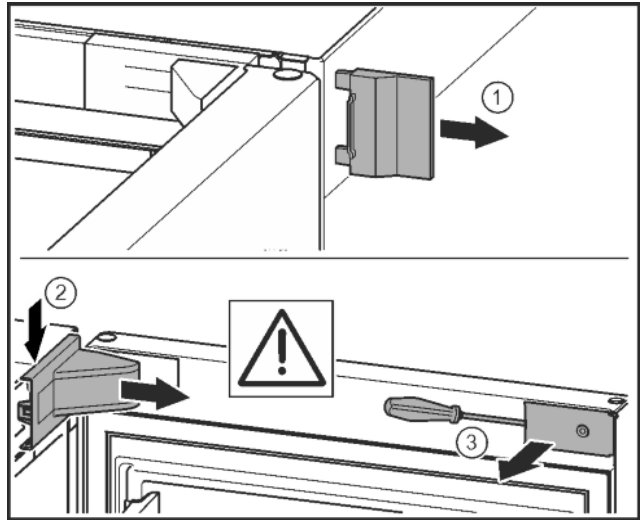

Fig. 11\*
- ▶ Vegye le a külső fedelet.\* Fig. 11 (1)
- ▶ Pattintsa ki és oldja ki a csapágybak fedelét. Vegye le a csapágybak fedelét.\* Fig. 11 (2)
- ▶ Hornyoltfejú csavarhúzóval pattintsa ki a lemezt, és fordítsa oldalra.\* Fig. 11 (3)